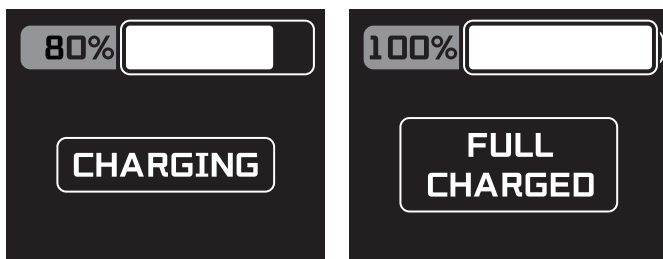

Abbildung 4.3.3.6
(11) Anzeige des Batterieladestatus (wie in Abbildung 4.3.3.6 dargestellt)